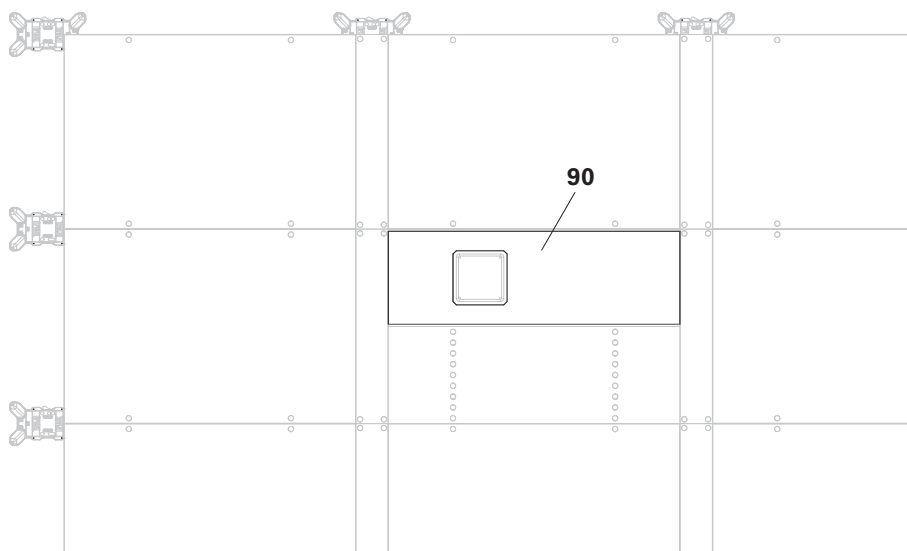

Fig. D3.12
6. Remplir en continu la zone de compensation à l'aide de la cale bois de 18 mm (90) et bloquer par en-haut à l'aide de clous sur le madrier. (Fig. D3.12)